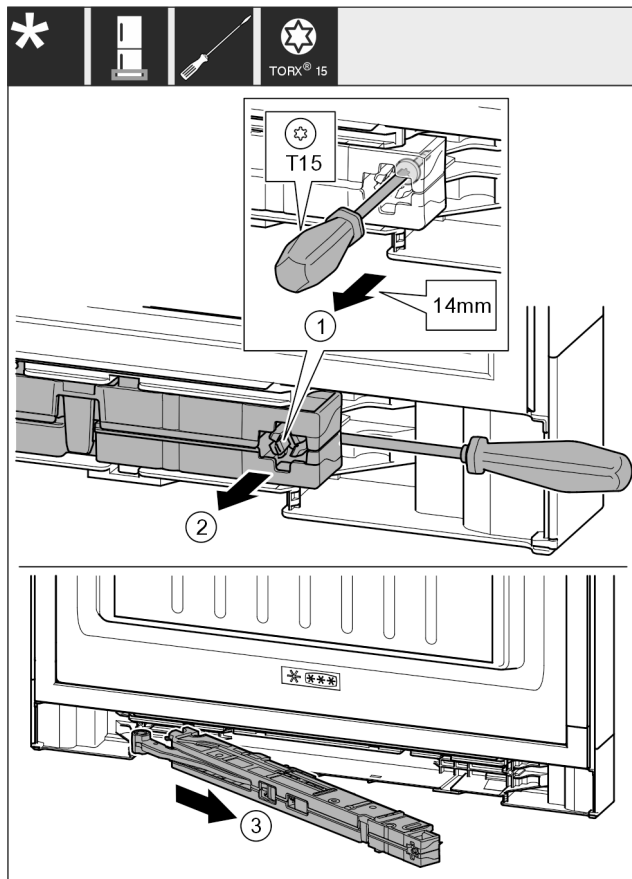

Fig. 15
- ▶ Desfaceți aprox. 14 mm șurubul de la unitatea amortizorului de închidere cu șurubelnița T15. Fig. 15 (1)
- ▶ Introduceți o șurubelniță pe partea mânerului în spatele unității amortizorului de închidere. Rotiți unitatea spre înainte. Fig. 15 (2)
- ▶ Scoateți unitatea. Fig. 15 (3)